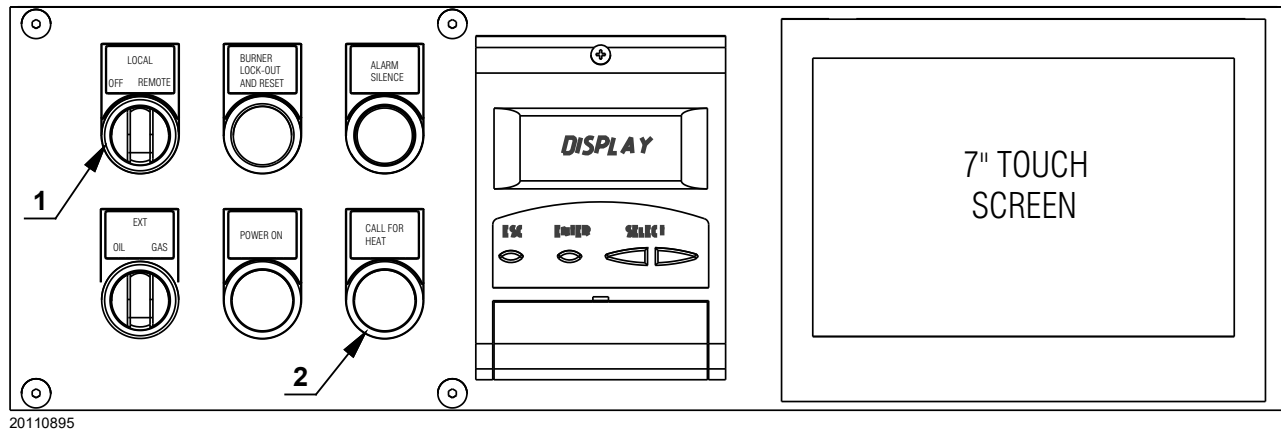

Fig. 45
- Fermer les commandes locales et mettre le sélecteur 1)(Fig. 45) sur « **LOCAL** ».
- Lorsque le thermostat limite (TL) est fermé, le signal « **APPEL DE CHALEUR** » 2)(Fig. 45) doit être activé et le brûleur démarre le cycle de démarrage.